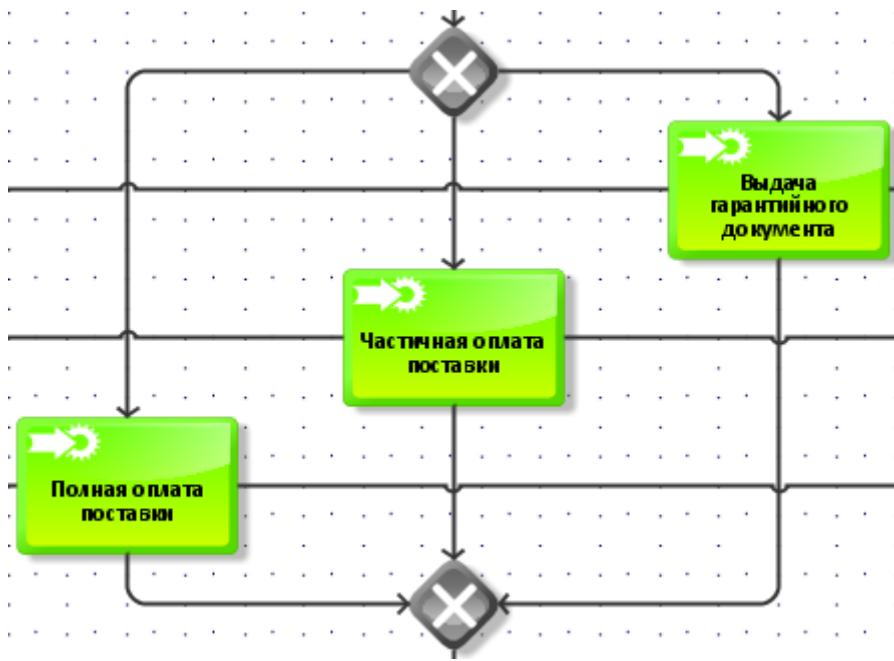

Рисунок 2.34
4) работу «Оплата поставки или выдача гарантийного документа» необходимо заменить конструкцией на основе объектов «XOR rule» (рисунок 2.34), выделив несколько возможных вариантов выполнения бизнес-процесса (полная оплата поставки, частичная оплата поставки, выдача гарантийного документа);
5) работу «Оплата услуг по транспортировке» необходимо заменить конструкцией на основе объектов «XOR rule», аналогично предыдущему пункту (рисунок 2.34);